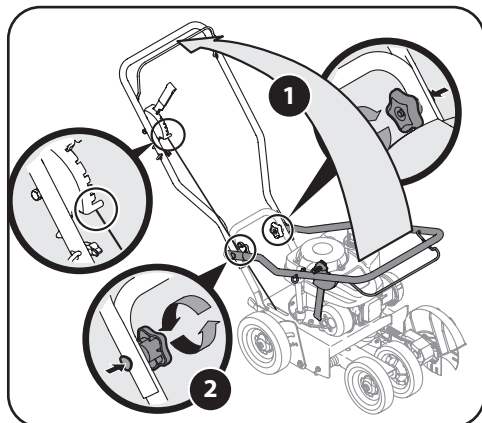

Figura 2-1
1. Pivote la barra superior hacia arriba hasta que calce en su lugar. Véa la Figura 2-1.